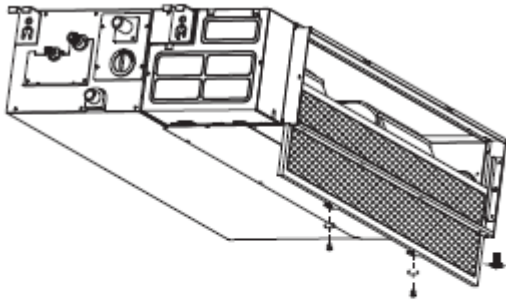

Fig.G1
1. Dat fiind că aparatul are sursa de ventilație în spate, scoateți clemele (2 piese) fixate pe filtru și scoateți filtrul din aparat. A se vedea Fig.G1.